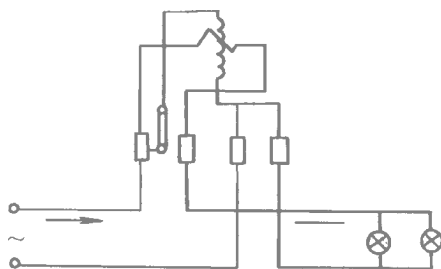

图 1-17 单相电能表的接线方法
1) 单相电能表的接线方法 在低电压小电流线路中，电能表可直接接在线路上，如图 1-17 所示。